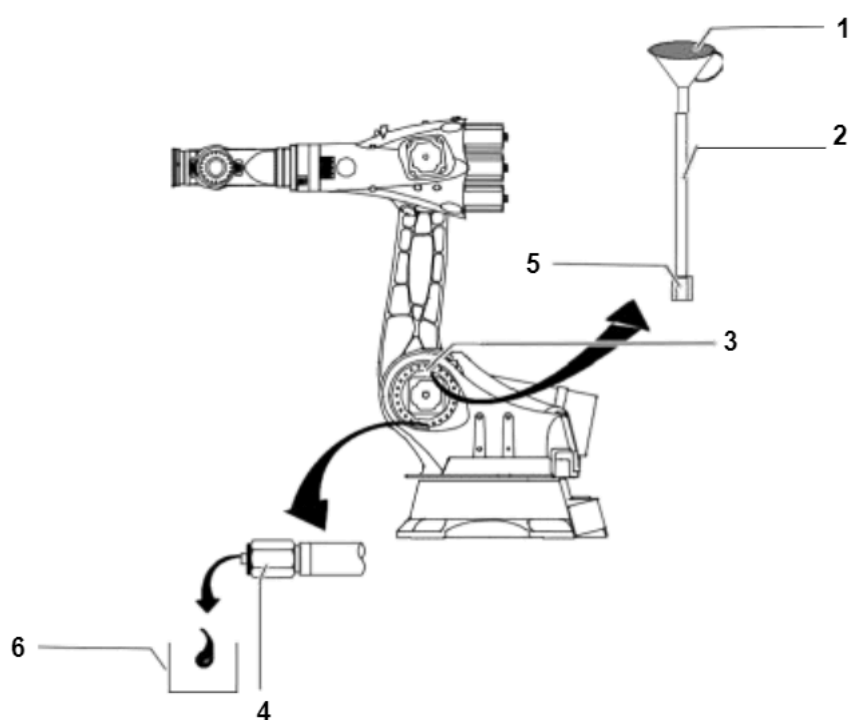

Fig. 4 Замена масла на оси 2
- (1) Снимите заглушку (Рис. 4/4) и поместите подходящую емкость (6) под сливное отверстие.
- (2) Выверните резьбовую пробку (3) и слейте масло по мере его слива.